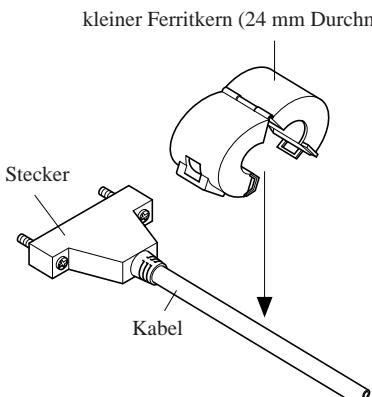

Abb. 3-2
- Die Ferritkerne werden in der offenen Stellung geliefert, siehe Abbildung 3-2. Sollte ein Ferritkern nicht offen sein, öffnen Sie den Plastikverschluß des Ferritkerns mit einem spitzen Gegenstand (Abbildung 3-1). Achten Sie dabei darauf, daß Sie weder Ferritkern noch Plastikverschluß beschädigen.
- Klemmen Sie den kleinen Ferritkern auf das Schnittstellenkabel, siehe Abbildung 3-2. Achten Sie darauf, daß bei der Installation des Ferritkerns das Kabel nicht beschädigt wird. Der Ferritkern sollte mit dem mitgelieferten Kabelbinder sicher an seinem Platz befestigt werden. Siehe Abbildungen 3-3 und 3-4.